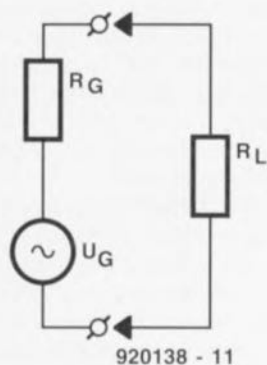

Figure 1. Modèle de base d'un générateur auquel il a été connecté une charge.
La courbe inférieure de la **figure 1** montre la réponse caractéristique du
**Figure 1.** Correction requise pour une « extension » vers le bas de la courbe caractéristique du haut-parleur (qui « chute » relativement tôt). La réalisation de cette correction ne demande rien de plus qu'un simple réseau L-R passif.
La figure 4 montre les courbes de la réponse électrique des 3 sections du filtre et illustre de ce fait éloquemment ce qui se passe. Nous n'allons pas débiter nos explications à l'entrée du filtre mais commençons par nous intéresser à la bobine L2 et à la résistance R2. Ces 2 composants assurent la correction des graves selon le graphique de la figure 1.
Le premier point de repère important pour l'explication de la naissance de courants (ou de tensions) en mode commun est le fait qu'il faut toujours prendre en considération l'environnement d'un circuit électronique. Cela signifie, qu'en pratique, le circuit(-modèle) tel que le représente la **figure 1** n'existe pas. Que l'on continue cependant d'effectuer des calculs à partir d'un modèle